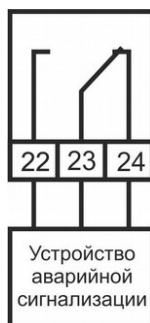

Рис. 24. Контакты реле аварийной сигнализации.
– для присоединения внешнего устройства сигнализации используется выход Alarm клеммы 22–24, который представляет собой переключающий контакт реле, срабатывающий при возникновении любой из ошибок (Рис. 24).